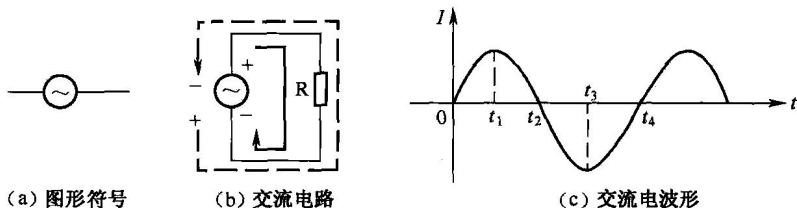

图 1-9 交流电
交流电是指电流方向和大小都随时间作周期性变化的电压或电流。交流电源用图 1-9 (a) 所示的符号表示，交流电路如图 1-9 (b) 所示，交流电的波形如图 1-9 (c) 所示。
为了更好地理解交流电，下面以图 1-9 (b) 所示的交流电路来说明图 1-9 (c) 所示的交流电波形。
① 在 $0 \sim t_1$ 期间：交流电源的极性是上正下负，电流 I 的方向是从交流电源上正 → 电阻器 R → 交流电源下负，电流 I 逐渐增大，在图 1-9 (c) 中用波形逐渐上升表示， t_1 时刻电
② 在 $t_1 \sim t_2$ 期间: 交流电源的极性仍然是上正下负, 电流 I 的方向仍然是从交流电源上正 $\rightarrow$ 电阻器 $R \rightarrow$ 交流电源下负, 电流 I 逐渐减小, 在图 1-9 (c) 中用波形逐渐下降表示, t_2 时刻电流为 0。
③ 在 $t_2 \sim t_3$ 期间: 交流电源的极性变为上负下正, 电流 I 的方向也发生改变, 在图 1-9 (c) 中的交流电的波形由 t 轴上方转到下方, 表示电流方向发生改变, 电流 I 的方向是从交流电源下正 $\rightarrow$ 电阻器 $R \rightarrow$ 交流电源上负, 电流反方向逐渐增大, t_3 时刻反方向的电流达到最大值。
④ 在 $t_3 \sim t_4$ 期间: 交流电源的极性为上负下正, 电流仍是反方向, 电流的方向是从交流电源下正 $\rightarrow$ 电阻器 $R \rightarrow$ 交流电源上负, 电流反方向逐渐减小, t_4 时刻电流又变为 0。